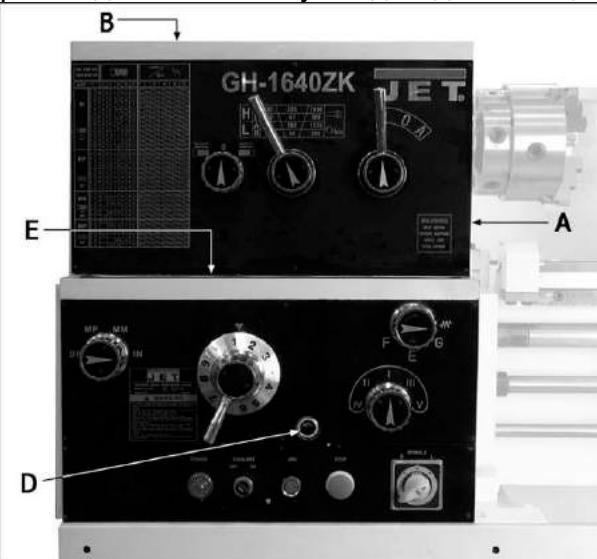
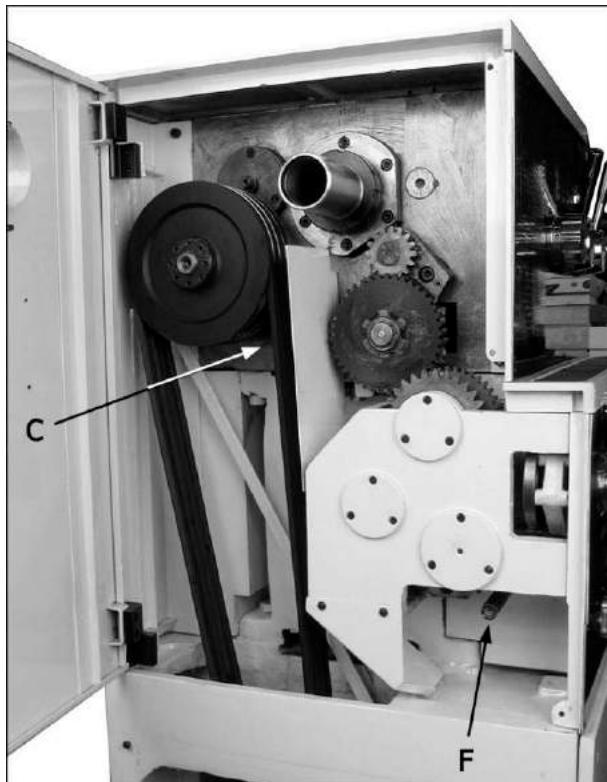

Рис.9
Рис.10
2. Шпиндельная бабка – Уровень масла должен быть до отметки в смотровом глазке (A, Рис.9), который расположен с правой стороны шпиндельной бабки. Используйте масло с вязкостью по SAE20W. Пробка заливного отверстия коробки скоростей (B, Рис.9) находится на крышке шпиндельной бабки под резиновым ковриком.
Для слива масла из коробки скоростей при его замене, выкрутите заглушку (C, Рис.10). Слейте масло полностью и вычистите, если есть, металлическую стружку, промойте заглушку в керосине и установите ее на место. В течение первого месяца эксплуатации следите за уровнем масла и при необходимости доливайте его. Через месяц полностью замените масло в шпиндельной бабке и далее производите его замену каждые два месяца.
3. Коробка передач – Уровень масла должен быть до отметки в смотровом глазке (D, Рис.9). Используйте масло с вязкостью по SAE20W. Пробка заливного отверстия коробки передач (Е, Рис.9) находится под резиновым ковриком. Для слива масла из коробки подач при его замене выкрутите заглушку (F, Рис.10). В течение первых трех месяцев эксплуатации следите за уровнем масла и при необходимости доливайте его. Через три месяца полностью замените масло и далее производите его замену каждые шесть месяцев.